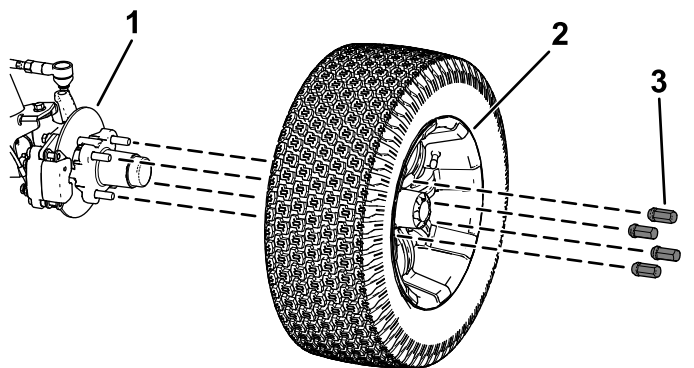

Figura 36
2. Retire las 4 tuercas que sujetan la rueda al cubo (Figura 36).
4. Alinee los taladros de la rueda con los espárragos del cubo y monte la rueda en el cubo con la válvula hacia fuera (Figura 36).
5. Sujete la rueda al cubo usando las tuercas de rueda (Figura 36).